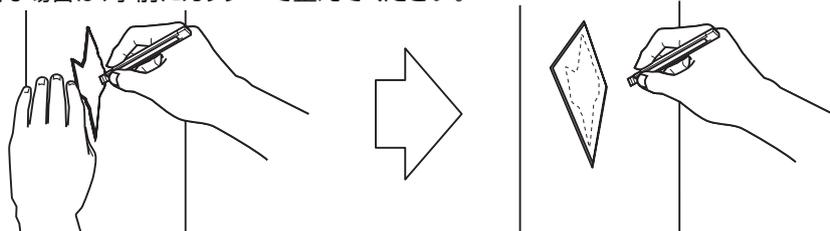

図1-1
- 深くえぐれたキズや、形材が露出したキズ(図1-1)については、表面補修材を使用してください。